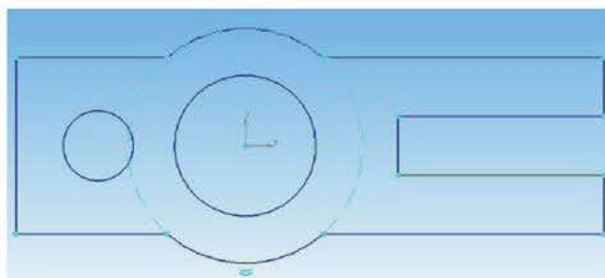

Рисунок 7.4 Эскиз для операции *Выдавливания*
2. В плоскости XY построить эскиз (рисунок 7.4).